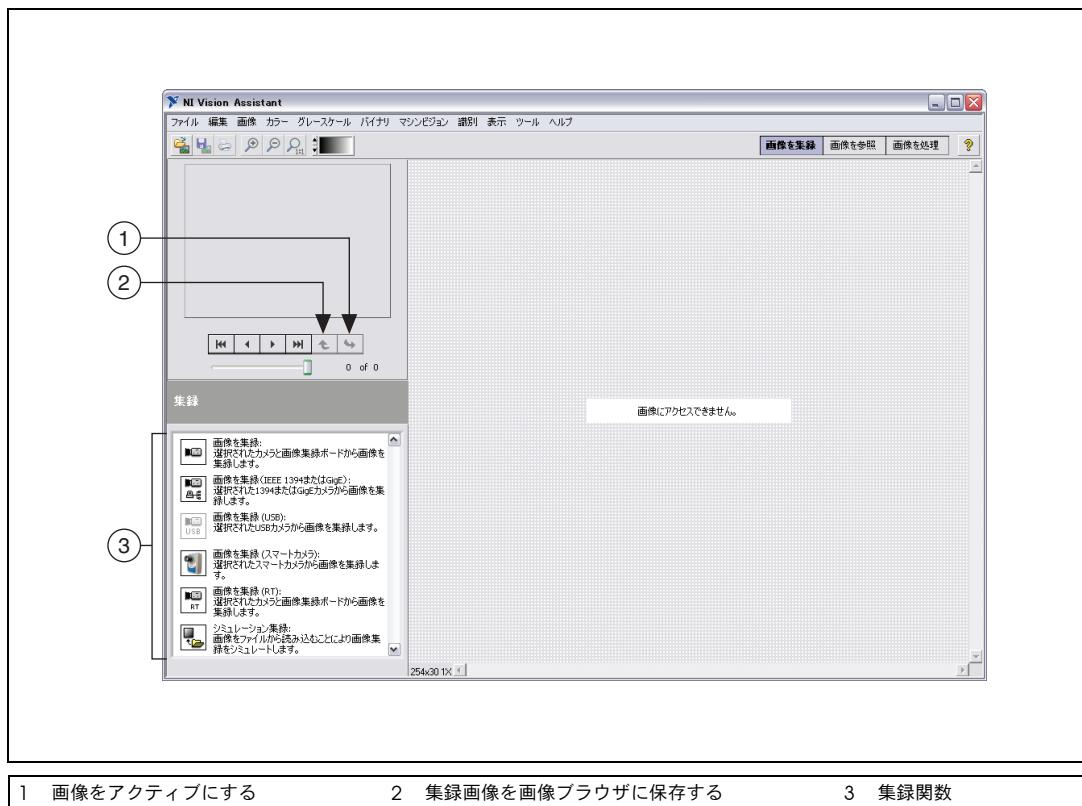

図 2-5 Vision Assistant で画像を集録する
2. 集録関数を表示するには、図 2-5 のように、ようこそその画面で**画像を集録**ボタンをクリックします。
Vision Assistant を既に実行している場合は、ツールバーの**画像を集録**ボタンをクリックします。図 2-5 のように、集録関数が表示されます。